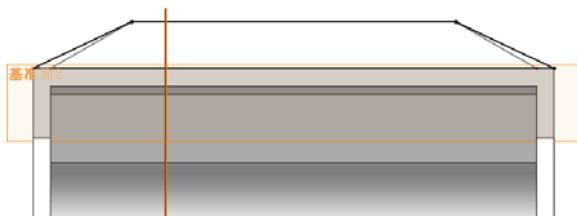

图 13-218 绘制放样草图 2
(16) 绘制放样草图 2。在左侧的“FeatureManager 设计树”中用鼠标选择“基准面 2”作为绘制图形的基准面。单击“草图”工具栏中的（直线）按钮，绘制草图如图 13-218 所示。单击（退出草图）按钮，退出草图。